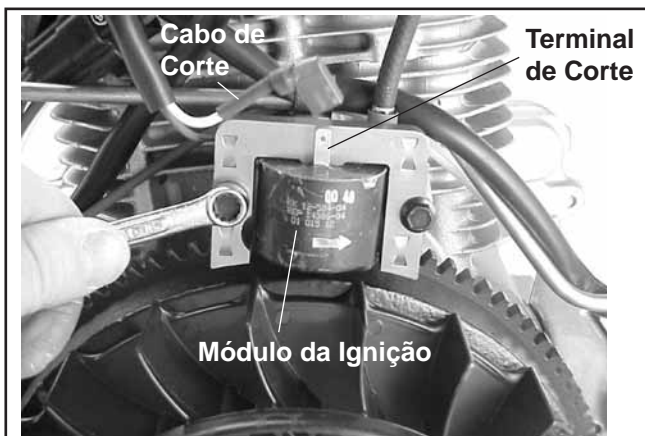

Figura 9-28. Retirar o Módulo de Ignição.
1. Desligue o cabo de corte do terminal do módulo de ignição. Consulte a Figura 9-28.